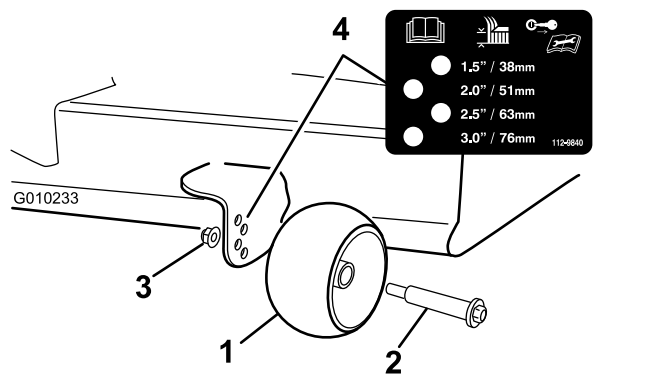

Figura 33
3. Regolate i fori antistrappo (Figura 33) per adattarli alla posizione di altezza di taglio più vicina.